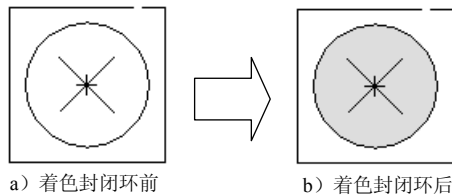

图 4.8.1 着色的封闭环
Step2. 选择命令。选择下拉菜单 **草绘(S)** → **诊断** → **着色封闭环** 命令 (或在工具栏中单击“着色封闭环”按钮), 系统自动在图 4.8.1 所示的圆内侧填充颜色。